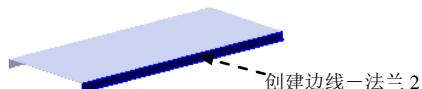

图 17.6.4 创建边线—法兰 2
(3) 定义法兰参数。
① 定义法兰角度值。在 **角度(G)** 区域的 文本框中输入角度值 90.0。
② 定义长度类型和长度值。在“边线法兰”对话框 **法兰长度(L)** 区域的下拉列表中选择 **给定深度** 选项，在 文本框中输入深度值 15.0。在此区域中单击“内部虚拟交点”按钮 .
③ 定义法兰位置。在 **法兰位置(N)** 区域中单击“材料在外”按钮 .
(4) 单击 按钮，完成边线—法兰 1 的创建。
Step3. 创建图 17.6.4 所示的边线—法兰 2，详细操作过程参见 Step2。